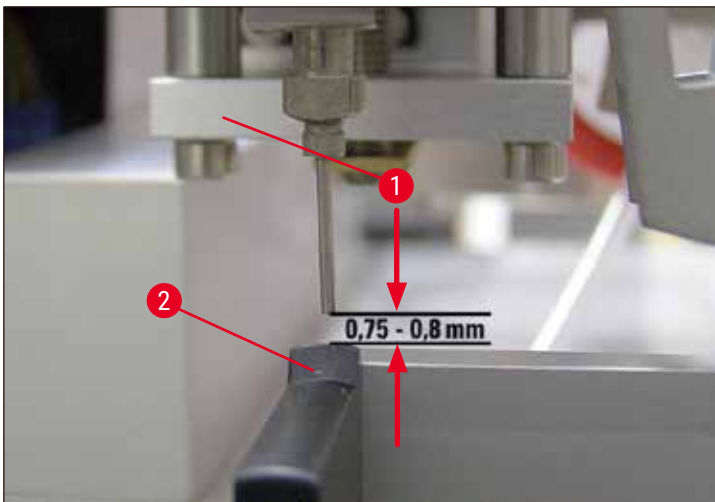

図 16
- 設定したディスペンサーニードルの高さを再点検するには、前側から目視点検します (→ 図16)。